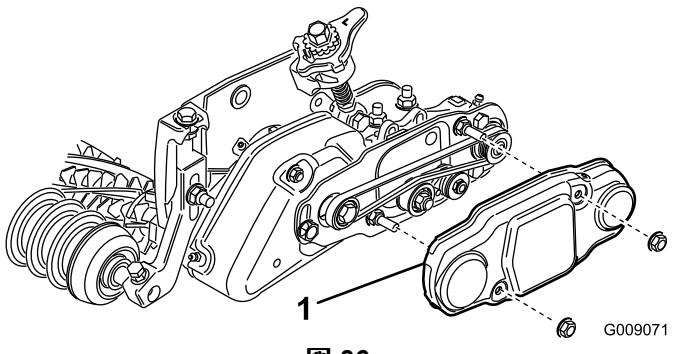

図 36
48. ベルトカバーを取り付けボルトに取り付けてフランジナット2個で固定する図 36。